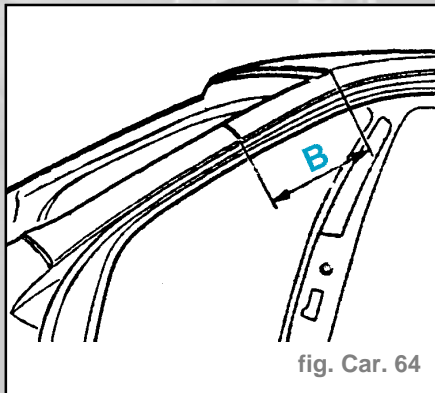

fig. Car. 64
- Définir la ligne de séparation sur l'auvent extérieur et le tracer ( fig. Car. 64).
- Côte (B) = 290 mm